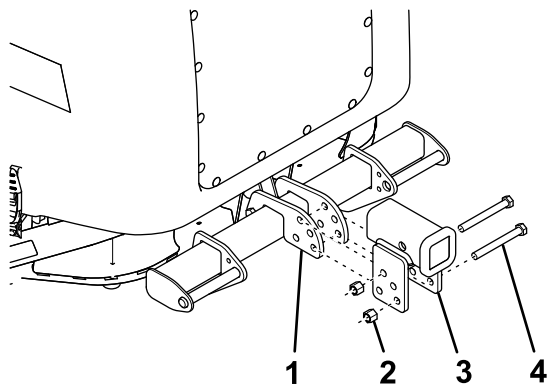

图 9
1. 用 2 个螺栓 $\frac{1}{2} \times 4\frac{1}{2}$ 英寸和锁紧螺母将挂钩接收器固定至车辆后面图 9。